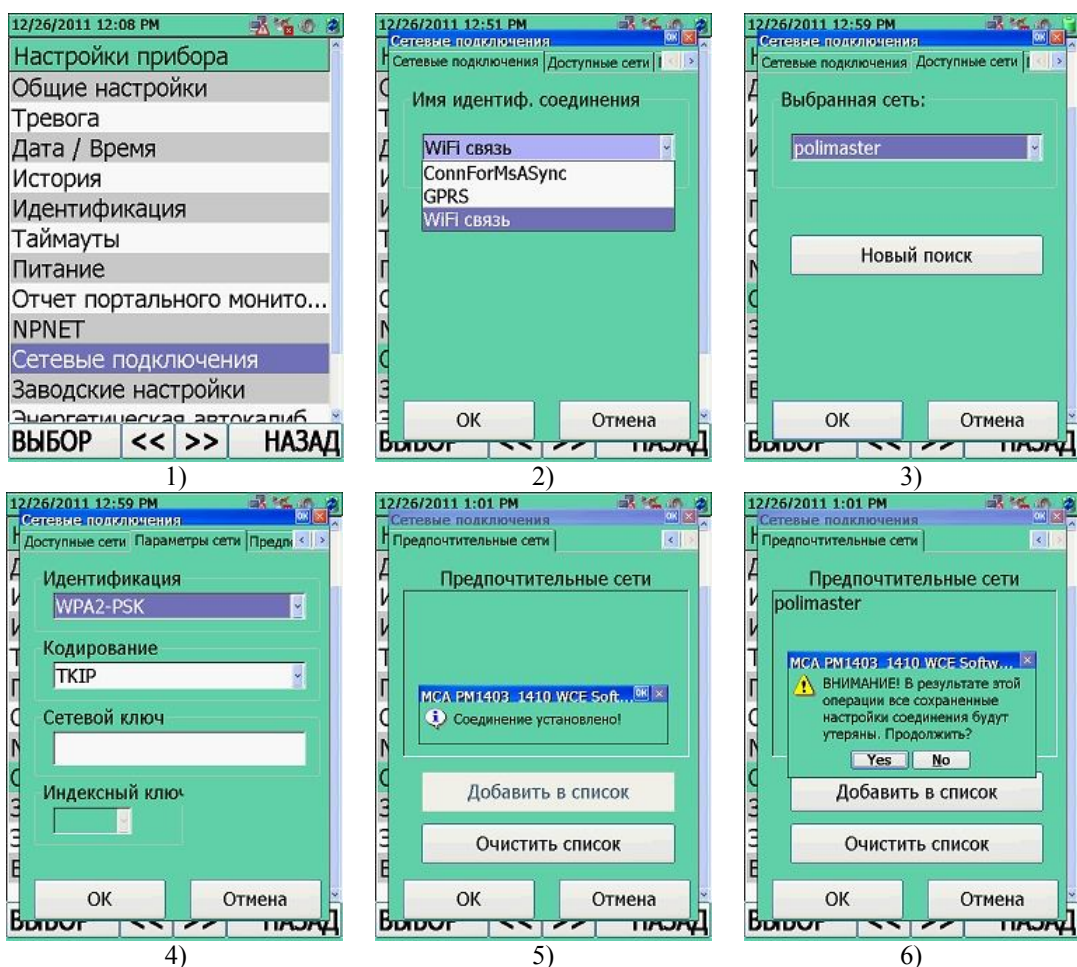

Рисунок 11.38
Тип соединения "WiFi связь", рисунок 11.38
Вкладка "Доступные сети", рисунок 11.38 (3):
Вкладка "Параметры сети", рисунок 11.38 (4):
Вкладка "Предпочтительные сети", рисунок 11.38 (5):
- **"Предпочтительные сети"** – опция содержит параметры Wi-Fi сети, выбранной из списка в настройках "Доступные сети", рисунок 11.38 (3);
- **"Очистить список"** – для очистки выборочного листа, рисунок 11.38 (6).